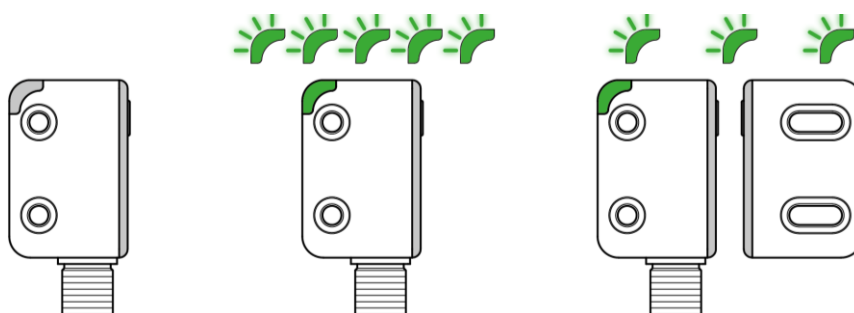

Figura 39 - Indicaciones Teach-in
- Después del encendido, el sensor está listo para acoplarse al actuador. (Figura 39, condición B).
- Cuando el actuador se acerca al sensor RFID a una distancia ≤ 2 mm, el sensor se programa después de 5 segundos (Figura 39, condición C).